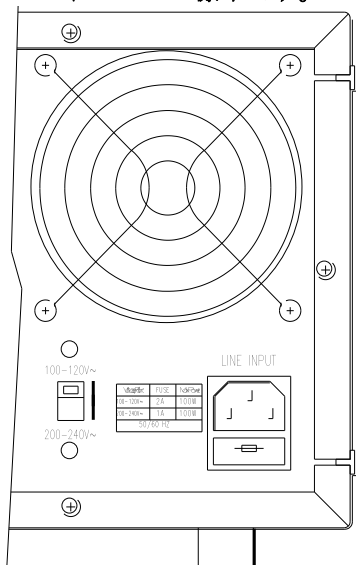

図6-2 スイッチの設定
6.4.2.2 図6-2のリアパネルの図を参照して、以下に記述された正しい電圧にスイッチを設定して下さい。